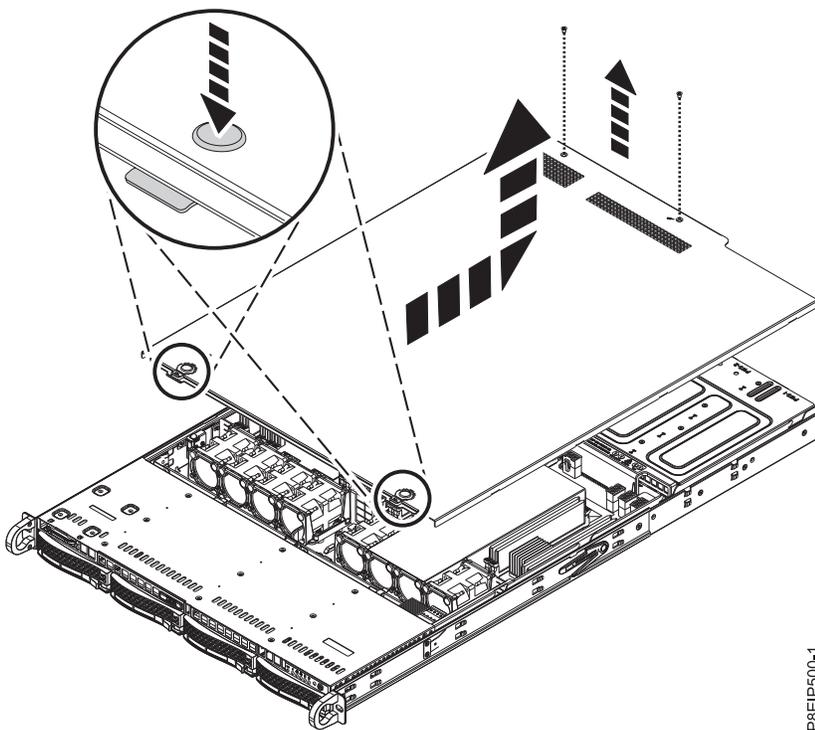

Figura 67. Liberación y apertura de la cubierta
2. Extraiga los dos tornillos (1) de la parte posterior de la cubierta.
3. Presione los dos botones en la cubierta superior (2) para liberar los pestillos como se muestra en la Figura 67, y empuje la cubierta hacia atrás 1 cm (0,5 pulgadas) hasta que se detenga. Si los botones no se presionan fácilmente, extraiga un poco las unidades directamente debajo de los botones.